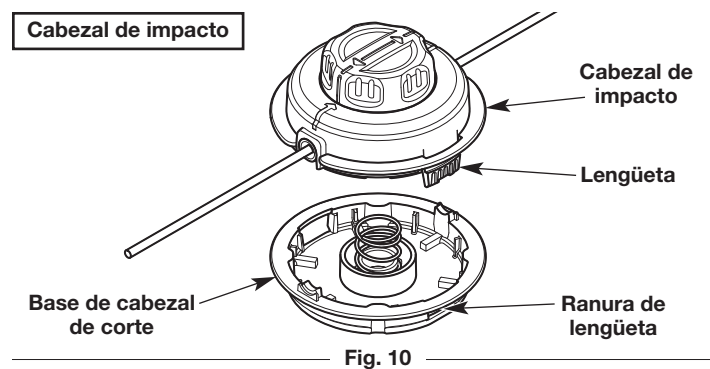

Fig. 10
- Desconecte el cabezal de impacto de la base del cabezal de corte: Presione con firmeza una lengüeta del tapón del cabezal de impacto (Fig. 10). Utilice el pulgar para presionar la lengüeta. Si es necesario, utilice un destornillador de cabeza plana:
- Mientras sostiene el destornillador en el lugar, gírelo suavemente para destrabar la lengüeta del panel de las ranuras (Fig. 10).
3. Alinee las lengüetas del cabezal de impacto con las ranuras de las lengüetas de la base del cabezal de corte (Fig. 10). Empuje el cabezal de corte en la base del cabezal de corte hasta que ambas lengüetas entren a presión en su lugar.